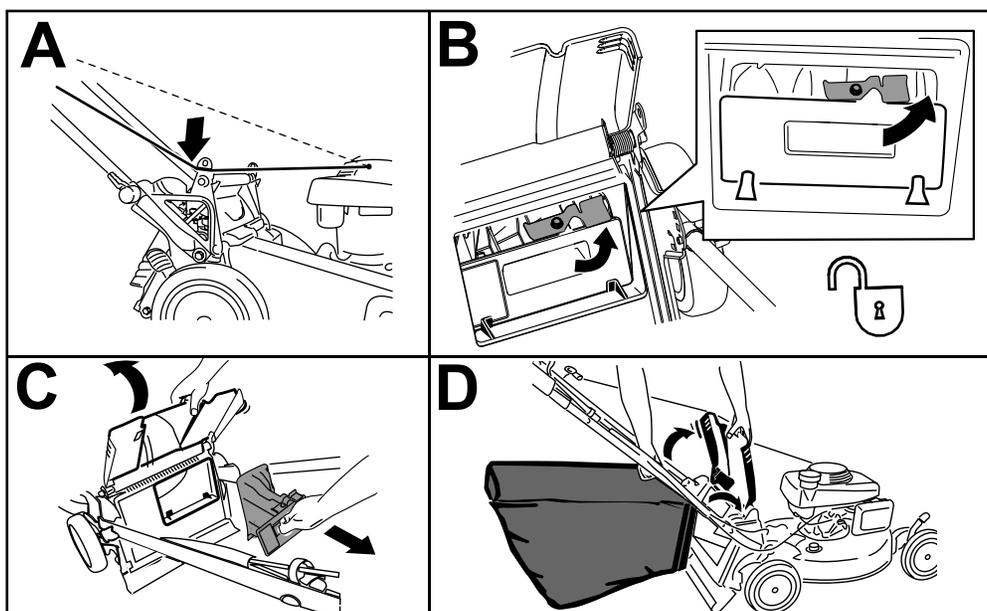

Figura 22
1. Avvolgete il cavo di avviamento attorno al guidacavo inferiore (A nella Figura 22).
2. Sollevate il deflettore posteriore e tenetelo sollevato ed estraete il coperchio posteriore (B della Figura 22).
3. Estraete il coperchio posteriore (C nella Figura 22).
4. Appendete il bordo superiore anteriore del cesto agganciando i perni del cesto di raccolta nelle apposite tacche delle staffe della stegola (D nella Figura 22).